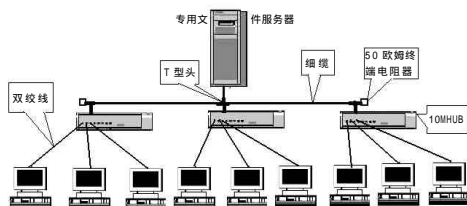

图 28
A. 网络拓扑结构及组成。星型 10M 网络的拓扑结构如图 28。其中可使用一个或多个 HUB 用同轴电缆相连后接入文件服务器,传输距离短时使用细缆,传输距离长时则使用粗缆。每个工作站通过双绞线与 HUB 相连,双绞线可采用 3 类或 3 类以上的 UTP。网卡与总线型中的相同,可使用 8 口、16 口或 24 口几种 HUB (由用户数的多少确定)。严格地讲,与服务器连接的 HUB 不止一台时,不能称为纯粹的星型结构,而是总线型与星型的结合:网络主干部分使用总线型结构,分支使用星型结构。